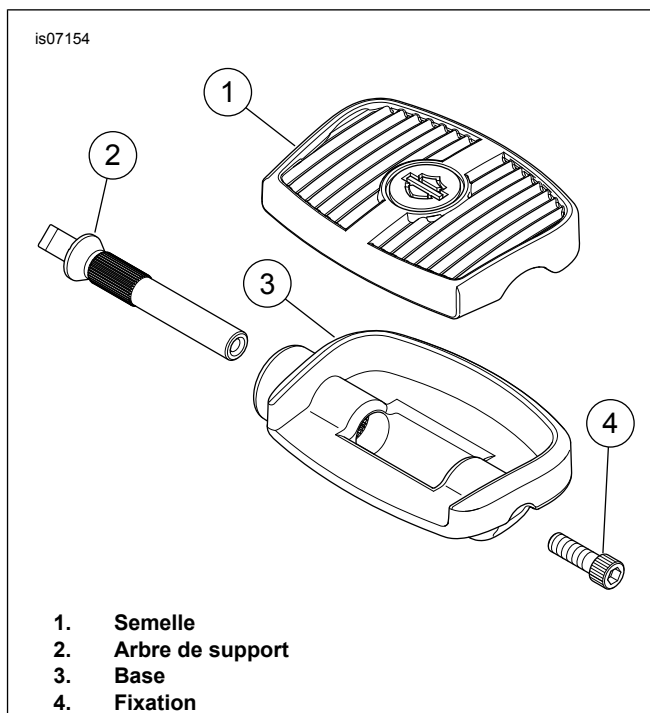

Figure 3. Kit mini-marchepied : Tous sauf 50451-09, 50501148, 50501225
- Pour tous les kits sauf 50451-09, voir Figure 3. Les fixations (4) 94334-91T (chromées) et 12600031 (noires) sont disponibles en tant que pièces de rechange.
7. Pour ajuster le marchepied : tous les kits sauf 50451-09, voir Figure 3.
- a. Retirer la vis de réglage (4).
- b. Retirer partiellement la semelle assemblée (1 et 3) de l'arbre de support (2).